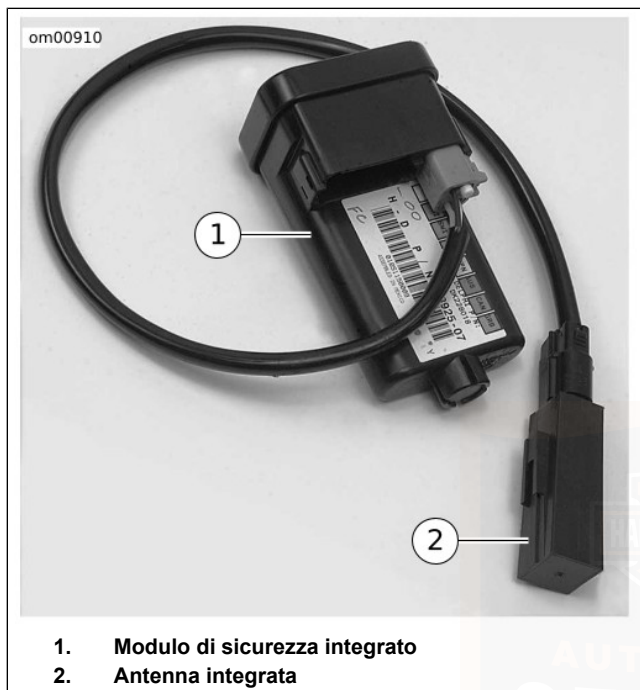

Figura 19. Modulo del sistema di sicurezza con antenna
Vedere Figura 19. Il sistema di sicurezza Smart Harley-Davidson (H-DSSS) consiste di un modulo di sicurezza integrato (HFMS) (1), di un'antenna (2) montata sulla motocicletta e di un portachiavi elettronico **portato** dal pilota/passeggero.